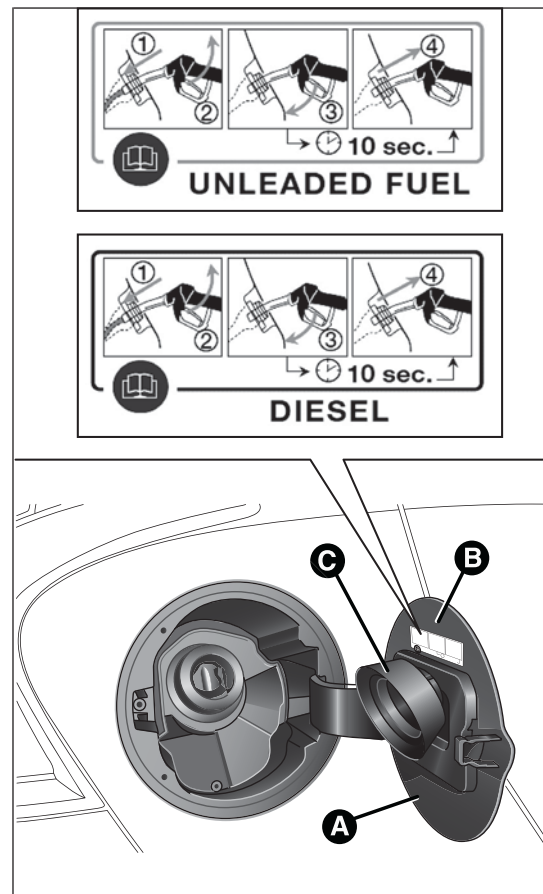

fig. 85
La procédure de ravitaillement décrite ci-après est illustrée sur la plaquette B fig. 85 placée à l'intérieur de la trappe à carburant. La plaquette reprend aussi le type de carburant (UNLEADED FUEL=essence, DIESEL=gazole).
- ouvrir la trappe A fig. 85 en la tirant vers l'extérieur ;
La trappe A fig. 85 est munie d'un soufflet cache-poussière C qui, trappe fermée, empêche tout dépôt d'impuretés et de poussière sur l'extrémité du goulot.